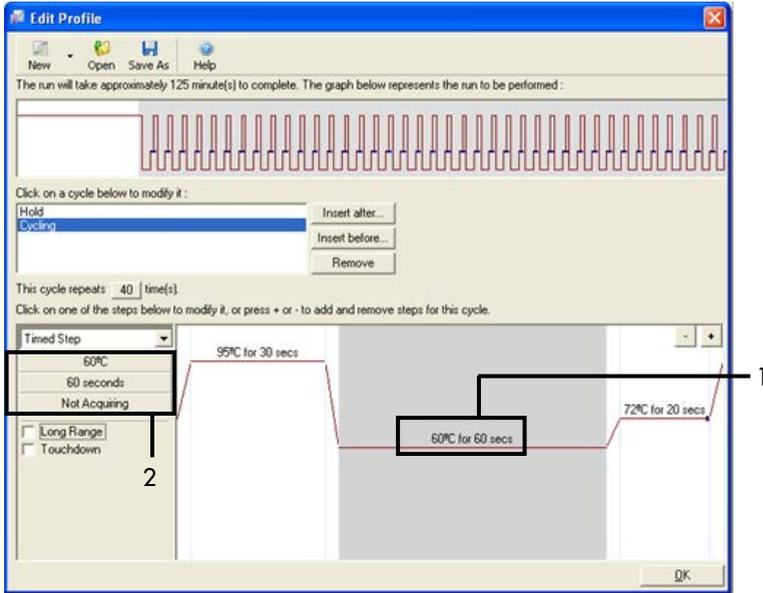

Abbildung 26. Zyklusschritt bei 60 °C. 1 = Temperatur- und Zeiteinstellung für zweiten Schritt, 2 = „Not Acquiring“ (Keine Erfassung).
9. Markieren Sie den zweiten Schritt und stellen Sie diesen auf 60 °C für 60 s ein. Klicken Sie auf Not Acquiring (Keine Erfassung), um die Datenerfassung für diesen Schritt zu aktivieren. (Abbildung 26).